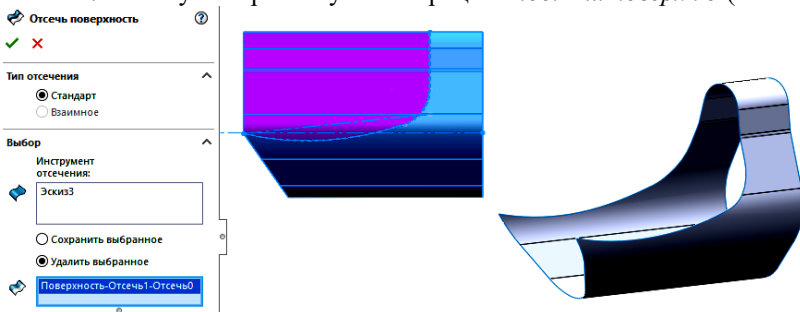

Рис.16. Операція *Відсікти поверхню* і результат
4. Знову використовуємо операцію *Відсікти поверхню* (Рис.16).